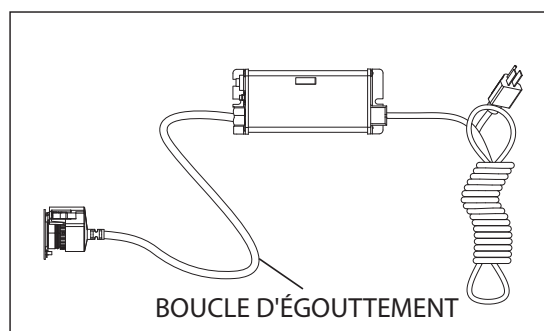

Figure 5 Boucle d'égouttement
- Le dispositif de commande devrait être monté soit au-dessus, soit à côté de la chambre. Montez toujours le dispositif de commande à l'horizontal pour éviter que l'humidité coule le long du cordage et provoque un incendie. Des boucles d'égouttement dans tout le cordage branché au dispositif de commande sont hautement recommandées. Consultez la Figure 5.
- Montez le dispositif de commande VIQUA ICE horizontalement au mur, à côté de la chambre à UV. Dans l'idéal, placez le dispositif de commande au-dessus du réacteur et loin de tout point de branchement d'eau, pour éviter toute fuite potentielle d'eau sur le dispositif de commande au moyen d'une fuite au niveau d'un point de connexion ou d'un système « transpirant ». Assurez-vous d'avoir laissé une « boucle d'égouttement » comme indiqué dans la Figure 5 sur la lampe et le cordon d'alimentation, à nouveau, pour empêcher l'eau de pouvoir entrer dans le dispositif de commande.